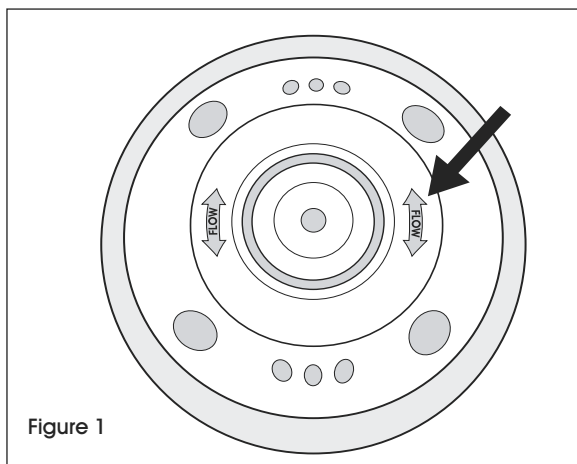

Figure 1
4. Placez immédiatement la base noire en plastique au centre du coussinet de butyle. Le sens des flèches sur la base doivent suivre le sens de la circulation. Pressez bien. (Voir Figure 1)